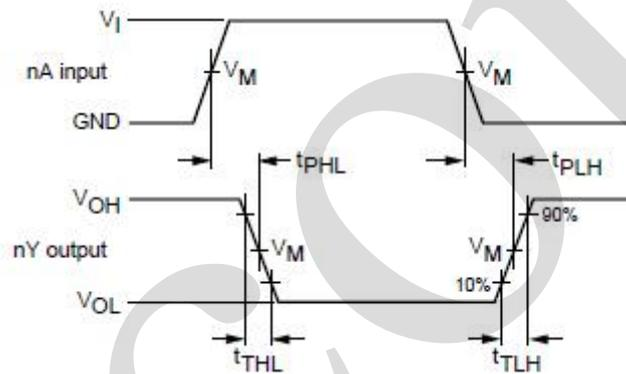
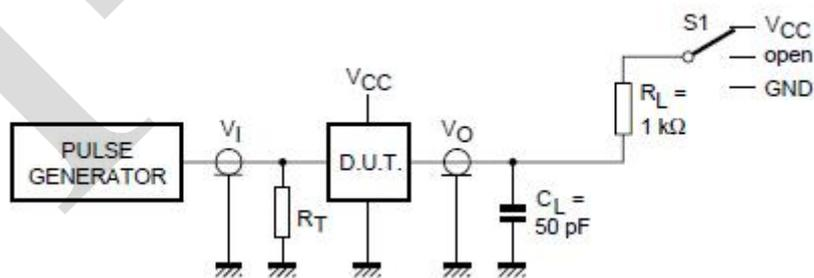

图 6、数据输入 (nA) 到输出 (nY) 的传输延时和输出转换时间
图 7、交流参数测试图
3.3.5、交流参数 1 ( $T_{amb}=25^{\circ}\text{C}$ ,  $GND=0$ ,  $t_r=t_f=6.0\text{ns}$ ,  $C_L=50\text{pF}$ , 见图 6、图 7)
3.3.6、交流参数 2 ( $T_{amb}=-40 \sim +85^{\circ}\text{C}$ ,  $GND=0$ ,  $t_r=t_f=6.0\text{ns}$ ,  $C_L=50\text{pF}$ , 见图 6、图 7)